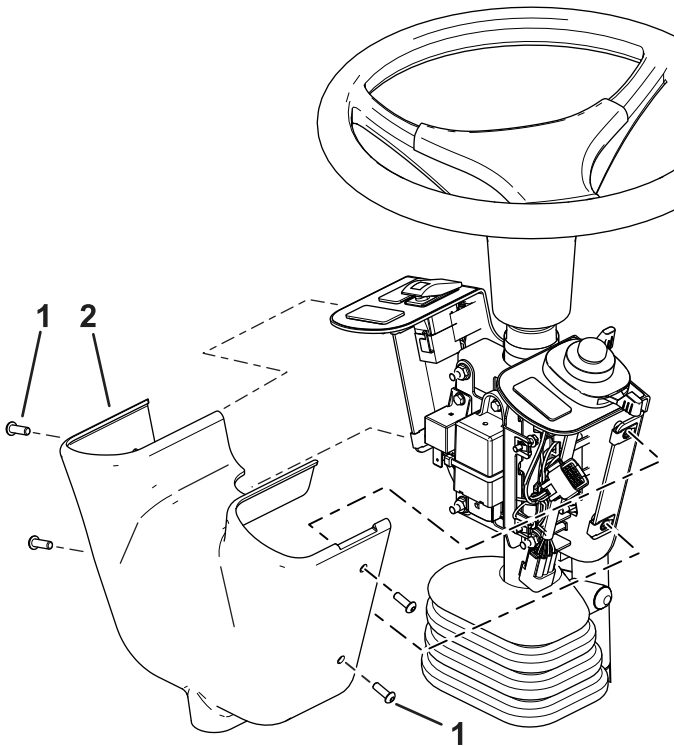

Figura 6
5. Retire la tapa del panel de control (Figura 6).